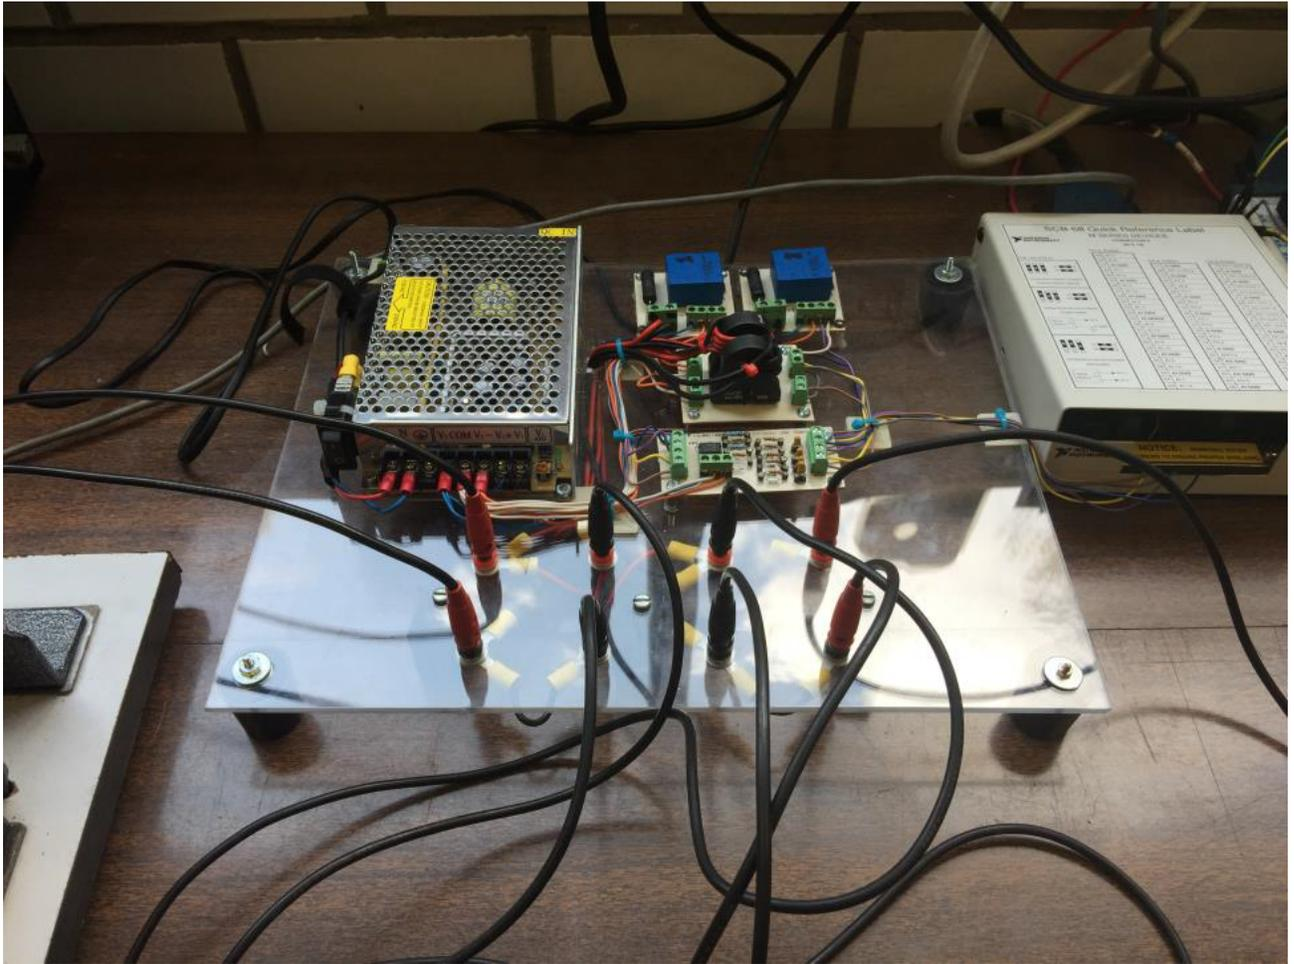

Figura 8. Conexión del MVE con la tarjeta PCI-6221
- **Paso 9:** Conectar la fuente conmutada del MVE a través del bloque de conexiones de la tarjeta de adquisición de datos PCI-6221 como se muestra en la Figura 8. El modelo de Simulink “Modelo_MaqIndPrototipo_PC.slx” tiene configurados de manera predeterminada los puertos de entrada analógica 16, 8, 15 y 7, que corresponden a los puertos AI-15 para el SV₁, AI-7 para el SV₂, AI-14 para el SC₁ y AI-6 para el SC₂ en los pines del bloque de conexiones, respectivamente. La Tabla 1 muestra esta correspondencia.